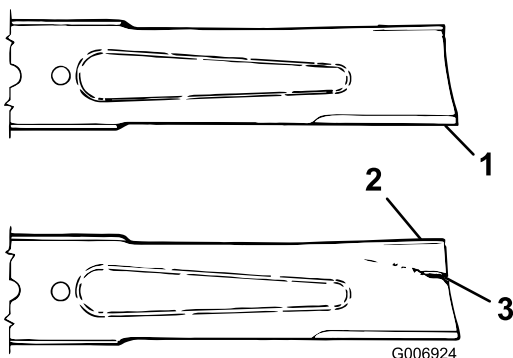

Figura 69
2. Verificate accuratamente i taglienti, con particolare attenzione ai punti d'incontro delle sezioni piatta e curva della lama (Figura 69). Sabbia e materiali abrasivi possono consumare il metallo che connette le sezioni piatta e curva della lama, per cui si consiglia di controllare la lama prima di usare la macchina. Se notate che la lama è consumata (Figura 69), sostituitedla; consultate il paragrafo Rimozione della lama.
**Se continuate ad usare la lama usurata, si forma una scanalatura tra la costa e la sezione piatta della lama (Figura 69). Alla fine, un pezzo di lama può staccarsi e venire lanciato dal sottoscocca, con il rischio di ferire gravemente voi o gli astanti.**